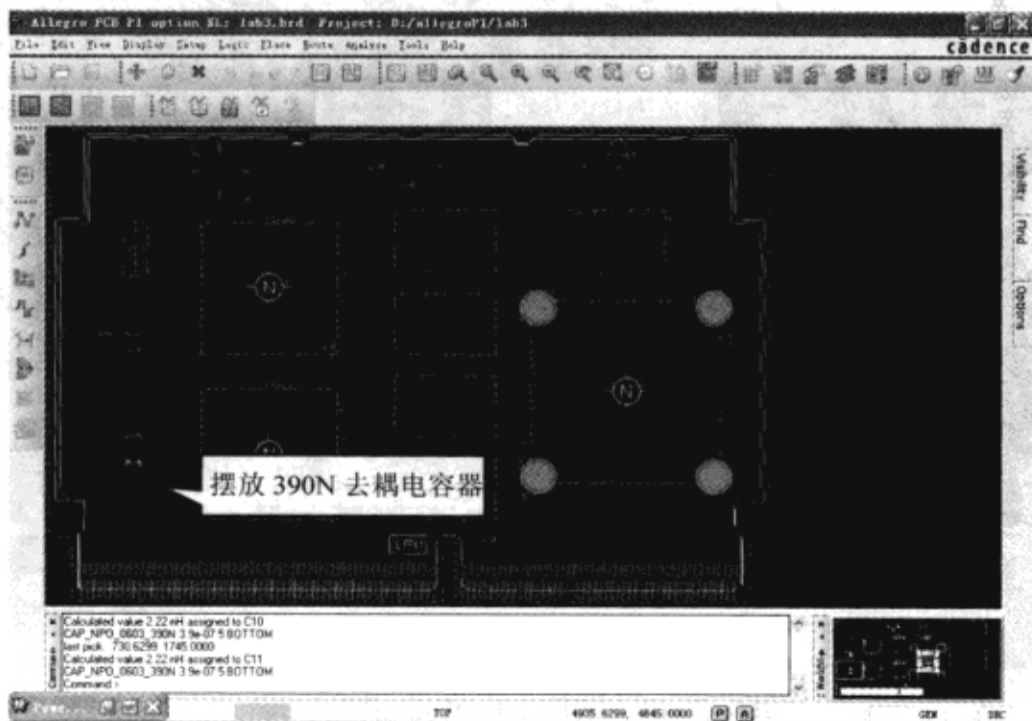

图 9-7-43 摆放 390N 去耦电容器
(9) 按照上面的步骤摆放这 3 个 CAP\_NPO\_0603\_390N 电容器，每摆放一个电容器，电源完整性工具就会计算这个电容器的贴装电感值。此时所计算的贴装电感值是基于在 PCB 底层摆放的电容器，如图 9-7-43 所示。